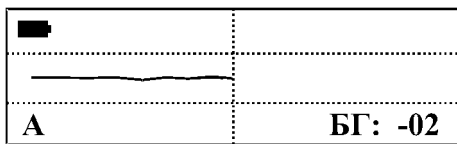

Рис. 12
4. медленно и плавно поднесите датчик к грунту по вертикали как можно ближе (до 2-х - 4-х сантиметров), избегая ударов датчиком о траву, камни и другие объекты. Скорость поднесения датчика должна быть такой, чтобы он опустился до уровня грунта приблизительно, за одну - две секунды. При поднесении датчика к грунту, на дисплее будет вырисовываться линия в левую сторону экрана (Рис. 12):